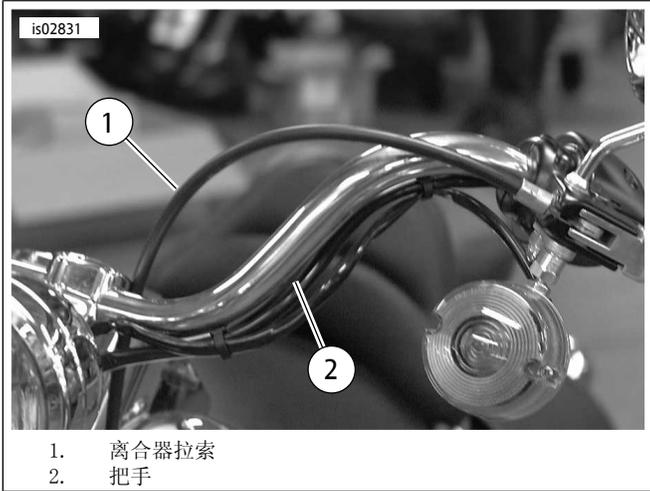

图1。离合器拉索布设
1. 参见图1。重新定位离合器拉索(1)，使其位于把手(2)内侧，方法如下：